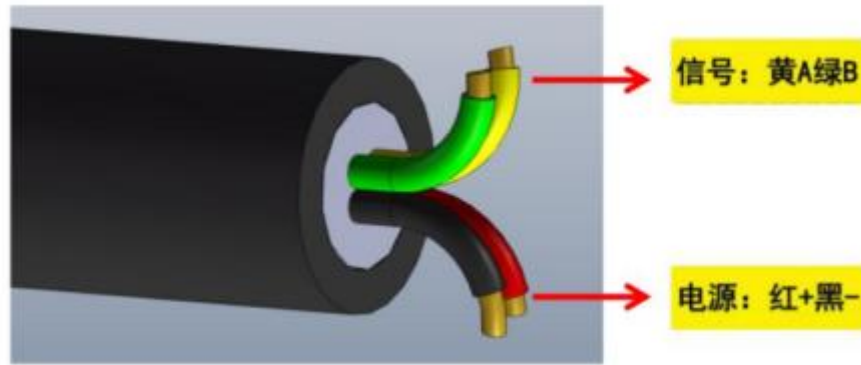

图 3-9 通讯线缆
3. 雷达流量计通过 RS485 接口与上位机通讯，RS485 电源/通讯电缆定义如图 3-9 所示。